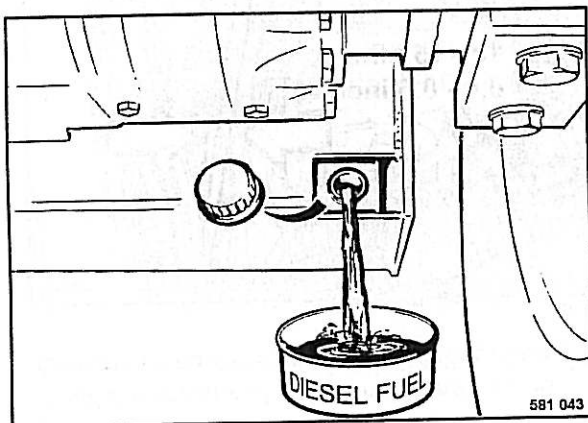

Fig. 89
- Desenroscar la tapa de cierre (Fig. 89) y descargar unos 5 litros de combustible.